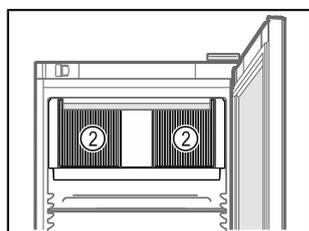

Fig. 49
- Mantenere libere le fessure di ventilazione Fig. 49 (2) della ventola di ricircolo nel vano interno.